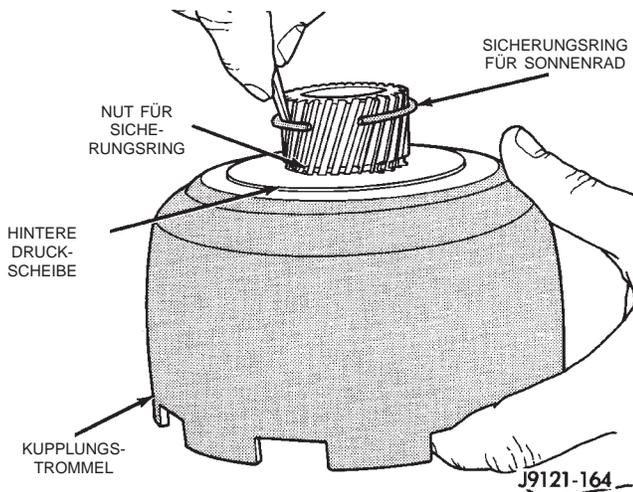

Abb. 156 Sicherungsring für Sonnenrad montieren
(11) Hintere Druckscheibe an Kupplungstrommel ausrichten und Sicherungsring für Sonnenrad montieren. Darauf achten, daß der Sicherungsring vollständig in der Nut des Sonnenrads sitzt (Abb. 156).